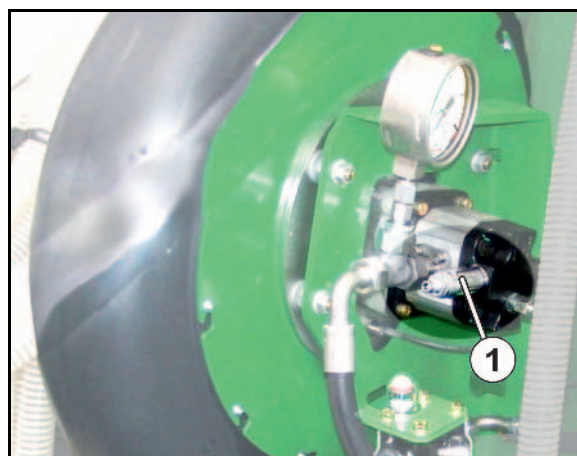

Fig. 92
5. Desserrez le bouton de blocage (Fig. 92/1) du levier du réglage du boîtier.
6. Positionnez l'aiguille du levier de réglage du boîtier (Fig. 92/2) sur l'une des positions ci-après :
7. Serrez le bouton de blocage (Fig. 92/1).